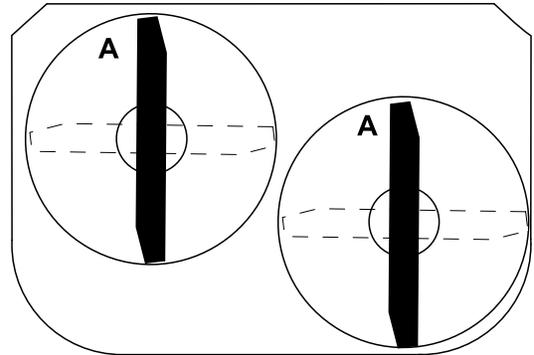

Figure 54
3. Tournez les lames dans le sens longitudinal (Figure 54).